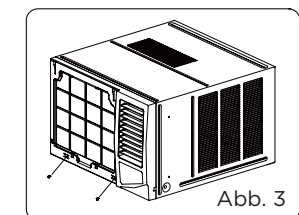

Abb. 3
- Entfernen Sie zwei Schrauben an der Unterseite des Rahmens. (Siehe Abb. 3)